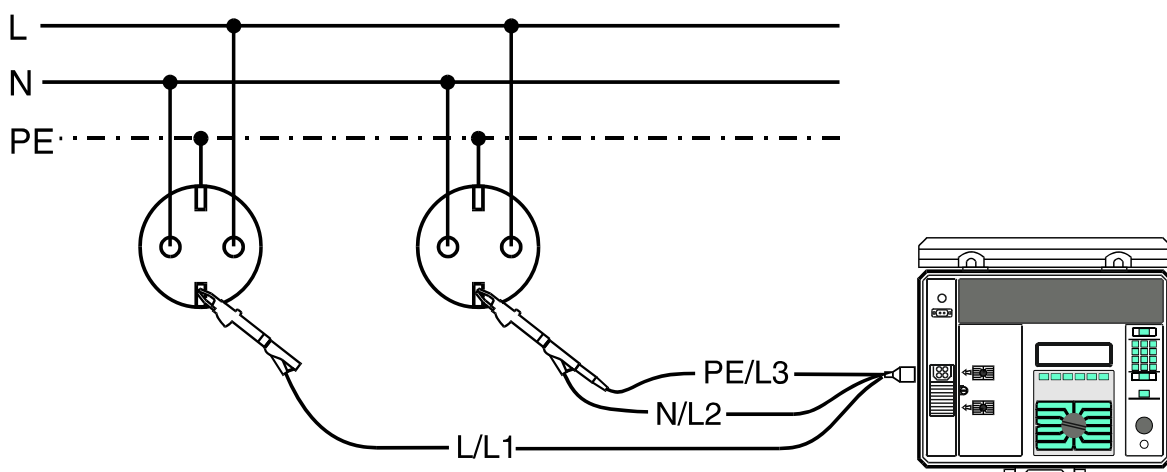

Abb.8. Prüfliteranschlusß
- Schließen Sie die Prüfleiter an das zu prüfende Objekt an (Siehe Abb. 8).